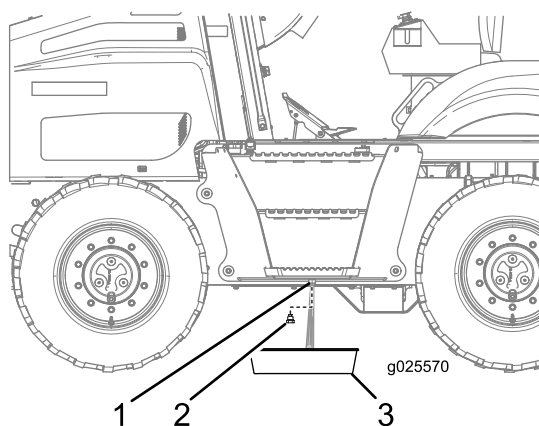

Figura 76
3. Desaparafuse o bujão de drenagem do tanque de combustível e drene a água (Figura 76).
4. Quando o combustível sair limpo, instale o bujão de drenagem, apertando-o com firmeza (Figura 76).